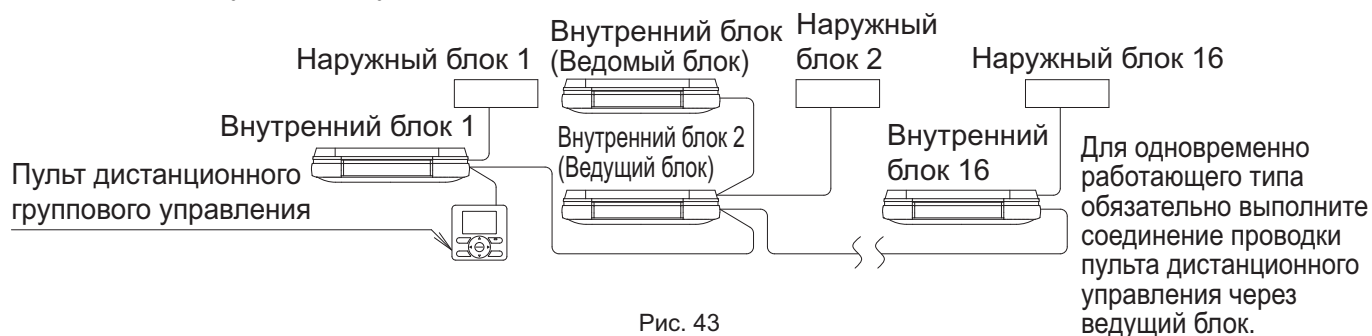

Рис. 43
- При использовании в качестве сдвоенного блока или ведущего блока при одновременной работе нескольких блоков можно производить одновременное (групповое) управление пуском/остановом до 16 блоками включительно с помощью пульта дистанционного управления. (См. рис. 43)